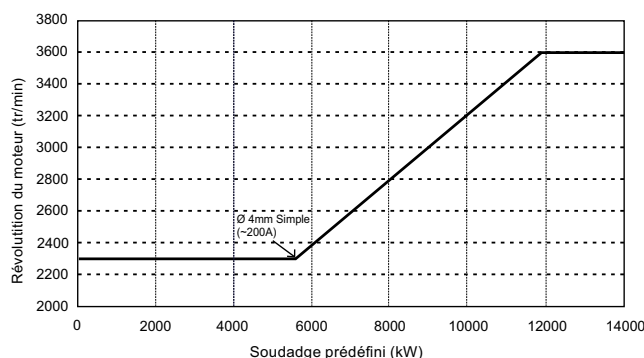

**Figure 32. Contrôle variable du moteur en mode-E**
- Si le soudage est démarré avec le **sélecteur du mode-e** en position variable/basse, la tension de charge de soudage standard est automatiquement calculée en fonction du courant de soudage pré-réglé (Figure 32) et la vitesse du moteur sera contrôlée par la capacité kW disponible de l'unité pour un fonctionnement en mode simple ou double.